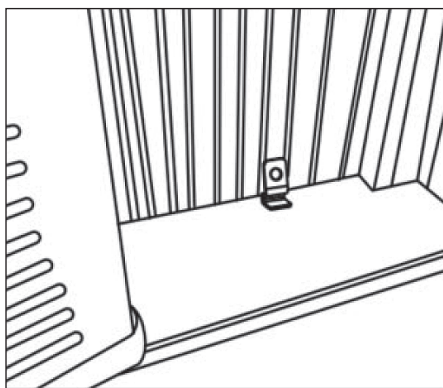
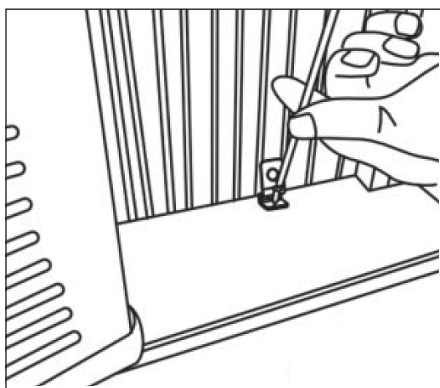

Fig. 10
Fig. 11
9. Placez le verrou de cadre entre les extensions du cadre et le rebord de la fenêtre comme indiqué (Fig.10). Enfoncez les vis de verrouillage 3/4" (19 mm) dans le verrou de cadre et dans l'appui de fenêtre (Fig.11).